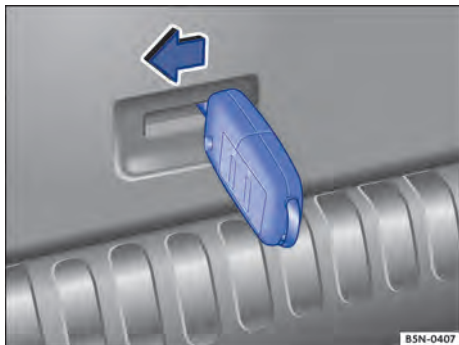

Fig. 222 A partir do compartimento de bagagem: destravar emergencialmente a tampa do compartimento de bagagem com a chave do veículo.
- Inserir a haste da chave do veículo na abertura do revestimento da tampa do compartimento de bagagem e pressionar, no sentido da seta ⇒ Fig. 222, para destravar o compartimento de bagagem.